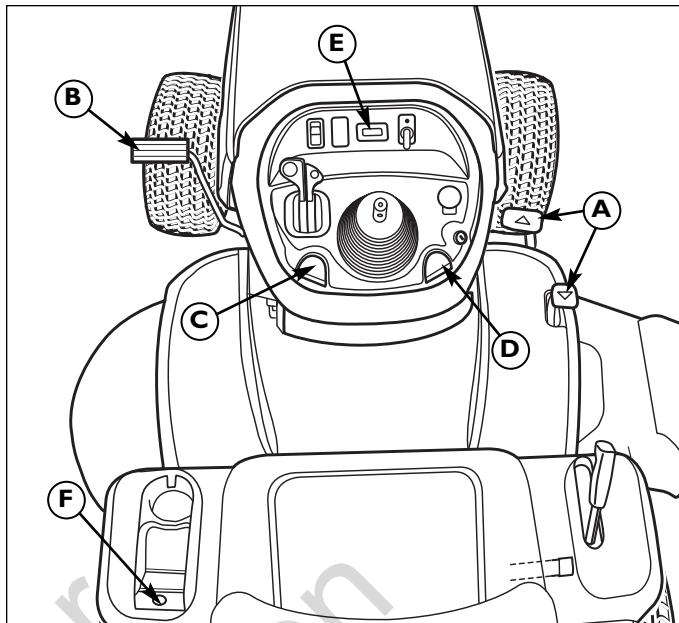

Figura 2. Accionamiento del freno de estacionamiento
Activación del freno de estacionamiento: Consulte la Figura 2.
Cómo soltar el freno de estacionamiento: Consulte la Figura 2.
1. Levante la perilla de control de crucero (D, Figura 2).
2. Presione el pedal del acelerador (A).
3. Levante la perilla de control de crucero (D) cuando alcance la velocidad deseada. El control de crucero se fijará en alguna de sus seis posiciones.
El contador horario (E, Figura 2) mide la cantidad de horas que la llave lleva puesta en la posición de ENCENDIDO.
El enchufe auxiliar de 12 voltios se ubica en el compartimiento lateral izquierdo (D, Figura 2). Puede usarse para alimentar dispositivos electrónicos pequeños. Los accesorios deben estar clasificados para 9 amperios o menos.